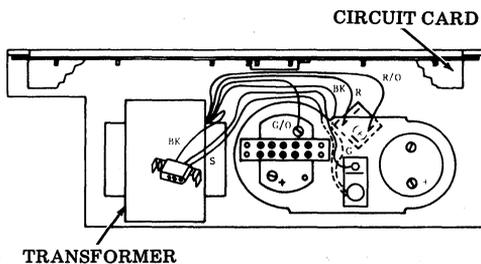

Fig. 25
- (d) Wire the transformer, ac power receptacle and bridge rectifier as shown in Fig. 25.